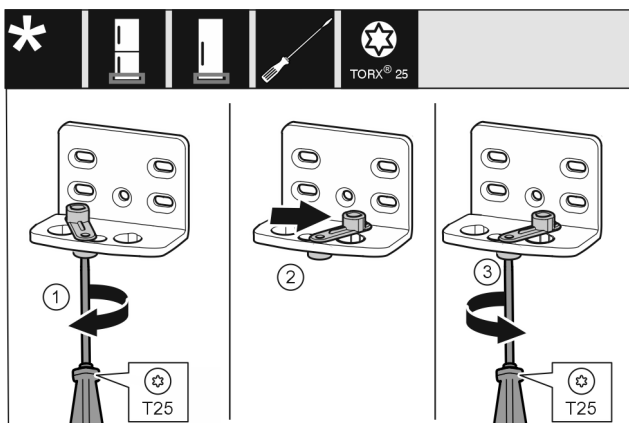

Fig. 14
- Schroef Fig. 14 (1) met een schroevendraaier losdraaien.
- Deursluthulp Fig. 14 (2) optillen en 90° naar rechts in de boring draaien.
- Schroef Fig. 14 (3) met een schroevendraaier vastschroeven.